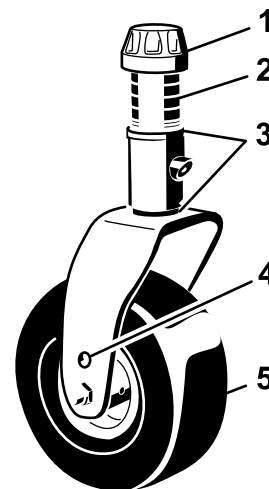
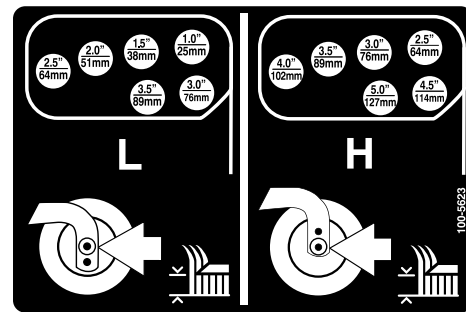
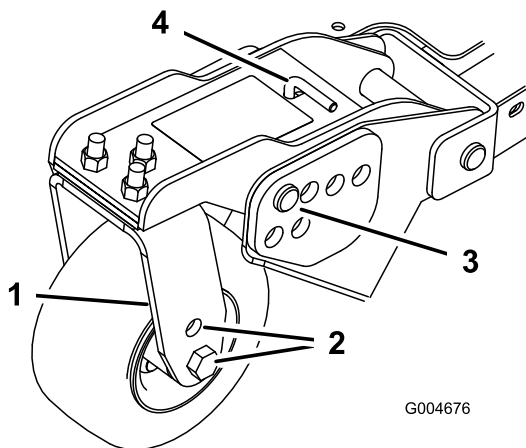

Bild 20
Bild 23
Bild 22
- Stecken Sie die Laufradachsen in allen Gabeln in die gleichen Löcher (Bild 20 und Bild 22). Siehe die nachstehende Tabelle, um das richtige Loch für die jeweilige Einstellung festzustellen.
- Entfernen Sie die Spannkappe von der Spindelwelle (Bild 20) und ziehen die Spindel aus dem Laufradarm heraus. Ziehen Sie zwei Beilagscheiben (3 mm) so auf die Spindelwelle, wie sie ursprünglich montiert waren. Diese Beilagscheiben sind erforderlich, um alle Mähwerke über die Breite auf ein Niveau zu bringen. Ziehen Sie die erforderliche Anzahl von 13 mm Distanzstücken (siehe die nachstehende Tabelle) auf die Spindelwelle, um die gewünschte Schnitthöhe herbeizuführen; ziehen Sie dann die Scheibe auf die Welle auf.
4. Entfernen Sie den Splint und den Lastösenbolzen von den Laufradgelenkarmen (Bild 22).
5. Drehen Sie die Spannstange, um den Gelenkarm anzuheben oder abzusenken, bis die Löcher mit den ausgewählten Löchern in der Schnitthöheneinstellung im Mähwerkrahmen ausgerichtet sind (Bild 22 und Bild 23).